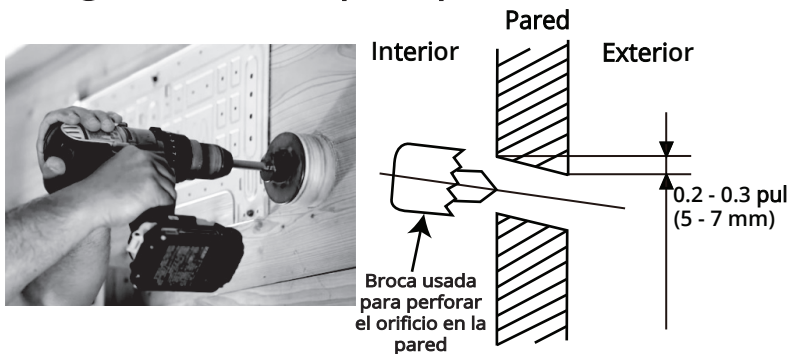

Fig. 4.3
2. Con una broca sacanúcleos de 90 mm (3,54 pulg.) de diámetro, perforo un orificio en la pared con un ligero ángulo hacia abajo, de modo que el extremo interior del orificio quede más alto que el extremo exterior, en aproximadamente 0,2 pulg. 0,275 pulgadas (5 mm a 7 mm). Esto asegurará un drenaje adecuado del agua de la unidad interior (vea la Fig. 4.3).